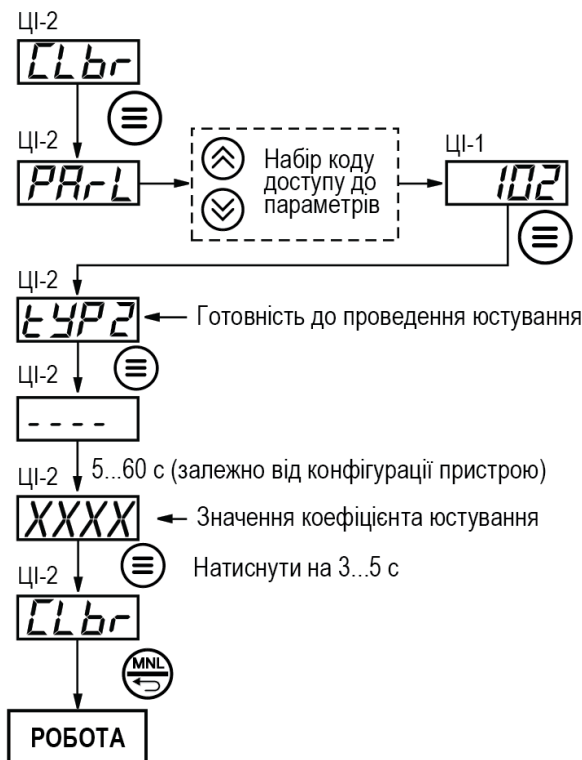

Рисунок 8.4 – Схема проведення юстування датчика вільних кінців ТП
1. Підключити, дотримуючись полярності з'єднання, до **Входу 1** вільні кінці будь-якої з градуйованих термопар типу ТХК (L), ТХА (K), ТНН (N) або ТЗК (J). Помістити робочий спай термопар в посудину з водно-льодовою сумішшю (температура суміші $0 ^\circ\text{C}$).
3. Перейти до роботи і через 20 хвилин виконати юстування датчика КХС, виконавши дії в послідовності, що зазначена на рисунок 8.4.